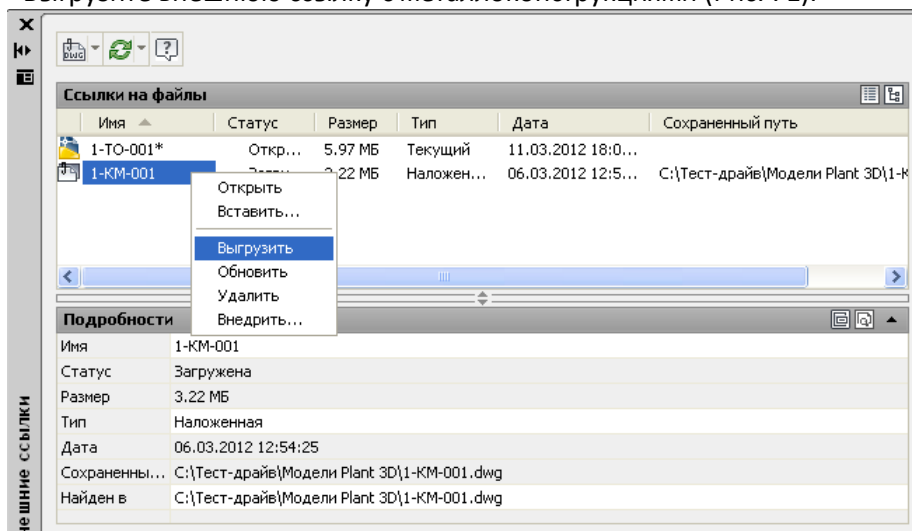

Рис. 71
- Выгрузите внешнюю ссылку с металлоконструкциями (Рис. 71).